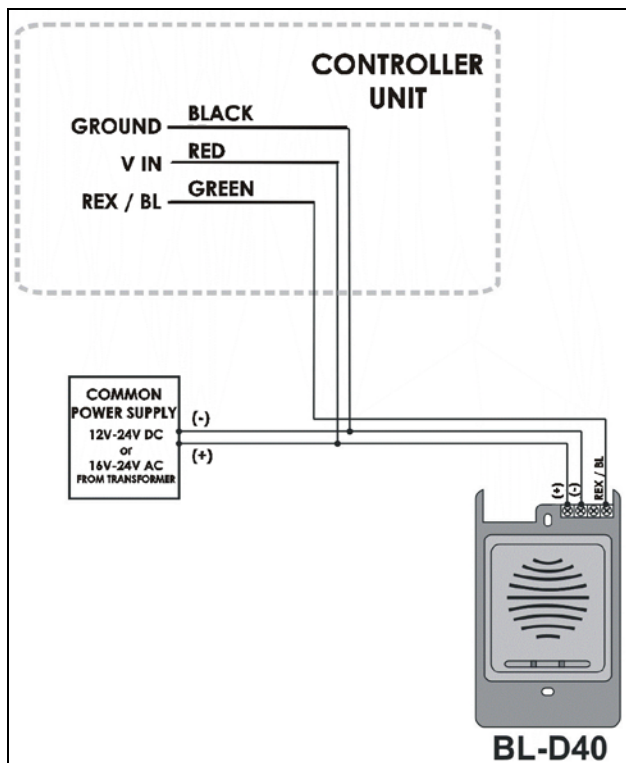

Figura 5: Diagrama de Cableado para Bocina Externa BL-D40
- Conectar la Bocina Externa BL-D40 (Figura 5)